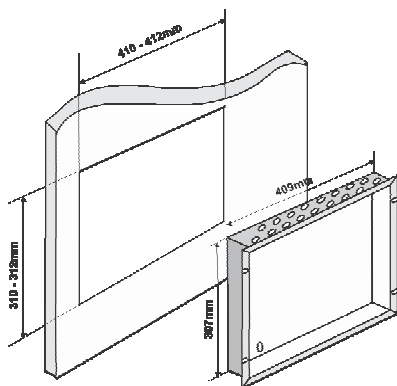

Figura 6.
- Utilizzare le dimensioni indicate nella Figura 6 per segnare e tagliare l'apertura nella parete.